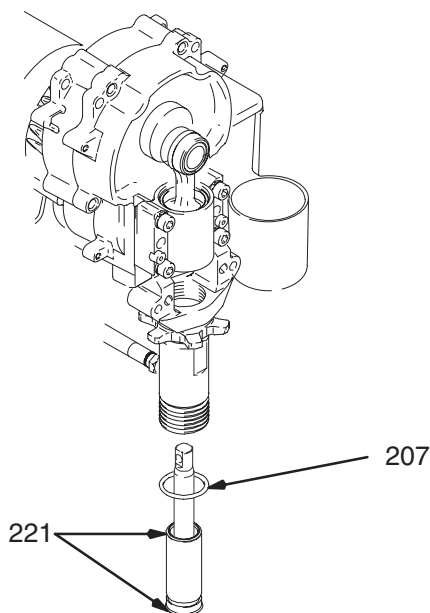

Fig. 19
Fig. 19. Lubrifique o anel em O (221) e insira-o na manga. Faça deslizar a unidade da manga/biela pela parte inferior do cilindro. Se assim entender, substitua o anel em O (207).